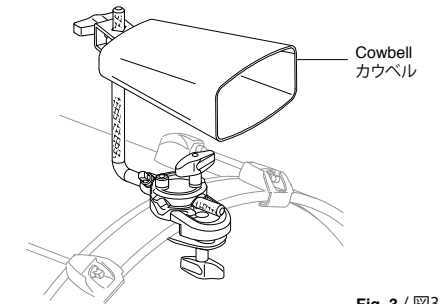

Fig. 3 / 図3
3. Attach a Cowbell, Block, or other Accessory to the L-Rod as shown (Fig.3) and secure it in the desired position.
カウベル等のアクセサリ類を取り付け、お好みの位置に調整してください (図 3)。